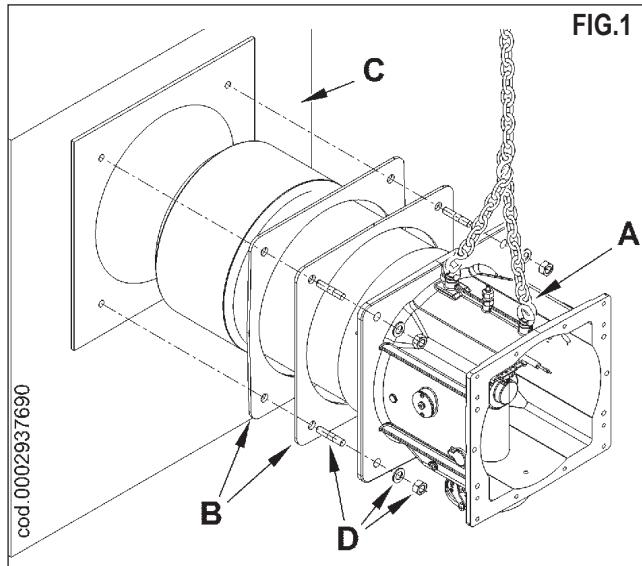
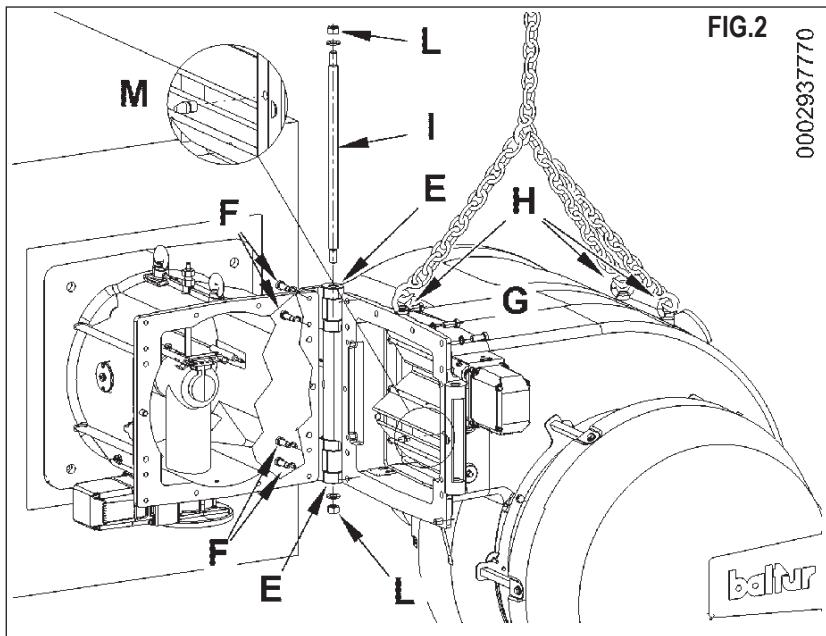

FIG.1
FIG.2
- Tras haber instalado el grupo cabezal en la caldera, juntar en el colector de aire las dos bisagras (E), mediante los 4 tornillos (F) y las arandelas correspondientes sin ajustar completamente los tornillos (las bisagras están predispuestas por el fabricante en el lado derecho, pero es posible instalarlas en el lado opuesto).
- Posicionar el cuerpo de ventilación (G) en correspondencia de las dos bisagras (FIG 2). Para mover el cuerpo de ventilación, utilizar cadenas o cuerdas idóneas enganchadas a las armellas (H).
- Introducir el perno I y después bloquearlo con las tuercas (L) y las arandelas correspondientes, controlando que las superficies de tope de las dos bisagras estén perfectamente en contacto con las correspondientes superficies de la rosca. Evitar un ajuste excesivo de las tuercas (L) ya que esto podría causar dificultad en la rotación de la bisagra.
- Atornillar en la brida del ventilador el perno de centrado (M) (FIG 2) en el lado opuesto respecto al de la bisagra.
- Manteniendo las cadenas enganchadas a las armellas, girar el cuerpo de ventilación y posicionar la brida del ventilador a contacto con la del colector de aire, verificando que el perno (M) se introduzca en el orificio
correspondiente (FIG 2).
El quemador es suministrado con toma (S) de la señal de presión para el presostato (T) en el lado alto a la derecha del colector de aire, con rampa de gas en salida hacia arriba (FIG. 1).
Si la dirección de salida de la rampa de gas es hacia abajo y el colector de aire es girado de 180° respecto a la configuración de FIG. 1, se aconseja desmontar la toma de presión (S) y el presostato (T) y de volver a montarlos en los alojamientos correspondientes en el lado opuesto del colector de aire, de manera que la toma esté nuevamente posicionada en alto a la derecha (FIG. 2).